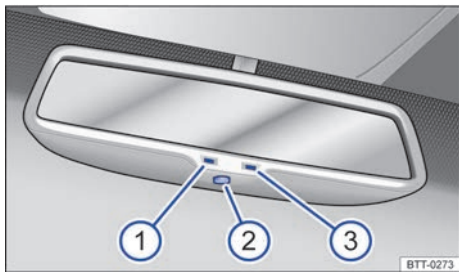

Fig. 68 En el parabrisas: espejo retrovisor interior antideslumbrante automático.
Leyenda para → **fig. 68**:
- ① Luz de control.
- ② Interruptor.
- ③ Sensor para reconocer la incidencia de luz desde atrás.
El antideslumbrante automático se puede conectar y desconectar con el interruptor en el espejo retrovisor interior → **fig. 68** ②. Si está conectado el antideslumbrante automático se enciende la luz de control → **fig. 68** ①.
- Un sensor del lado que indica hacia el interior del vehículo, que mide la incidencia de luz desde *detrás* → **fig. 68** ③.